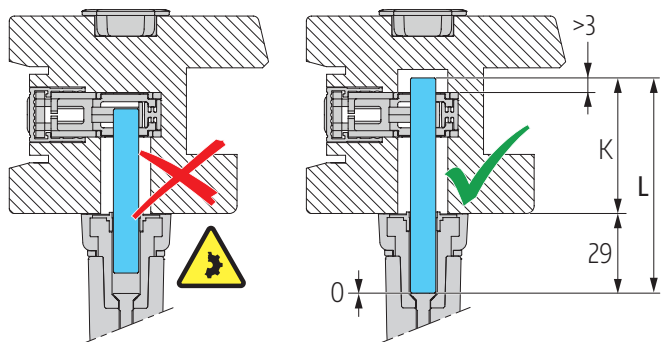
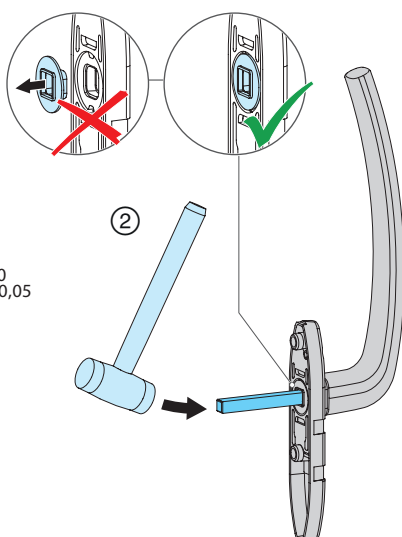

Abb. 31
Abb. 33
- ② Vierkant mit Schonhammer in Rastbuchse der Griffrosette einschlagen; **Abb. 33**. (**Abb. 31** beachten).